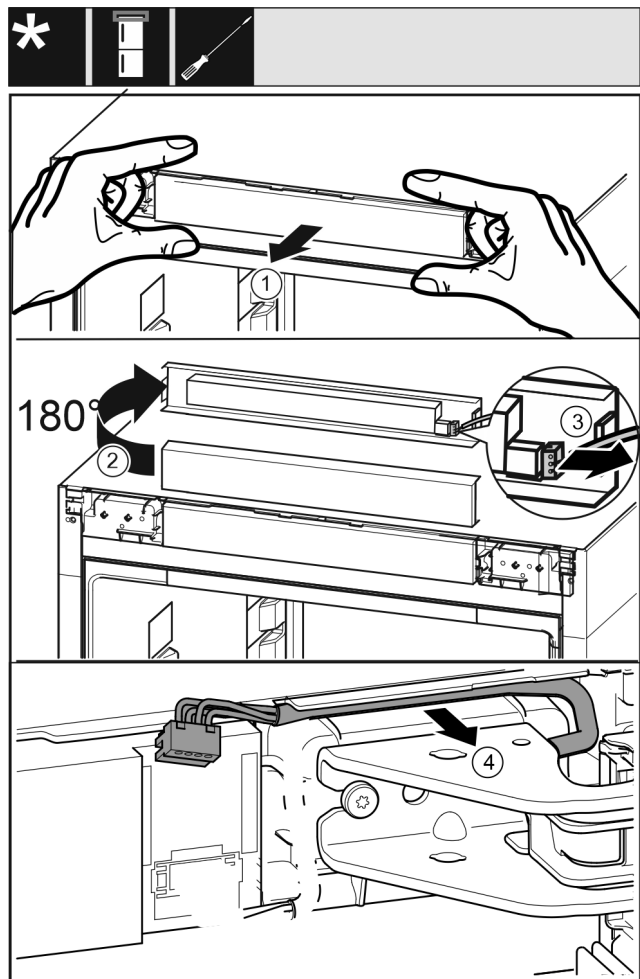

Fig. 9
- ▶ Con cautela, allentare la maschera di comando dell'apparecchio in avanti. Fig. 9 (1)
- ▶ Ruotare la maschera di comando di 180° verso l'alto. Fig. 9 (2)
- ▶ Spingere il naso di arresto all'indietro ed estrarre la presa con cautela. Fig. 9 (3)
- ▶ Allentare con cautela il cavo dalla guida passando attraverso il blocco di supporto. Fig. 9 (4)